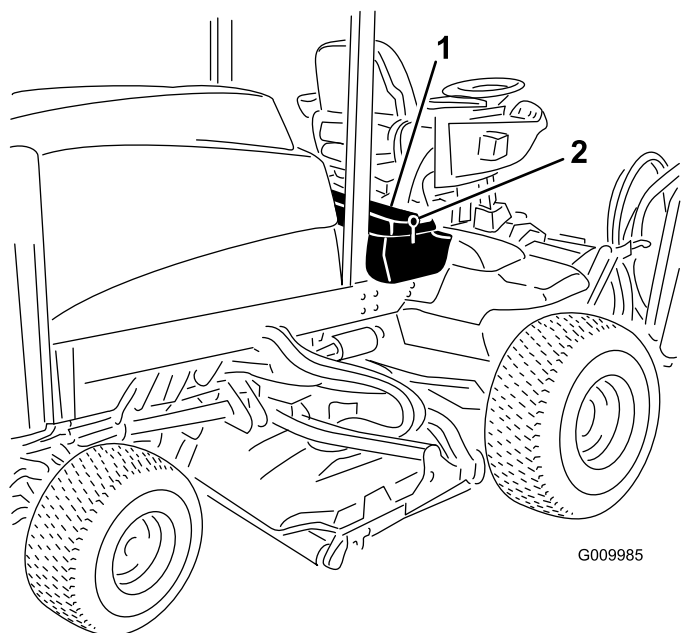

Figura 49
1. Allentate il fermo del coperchio del vano portaoggetti di destra e sollevate il coperchio (Figura 49).